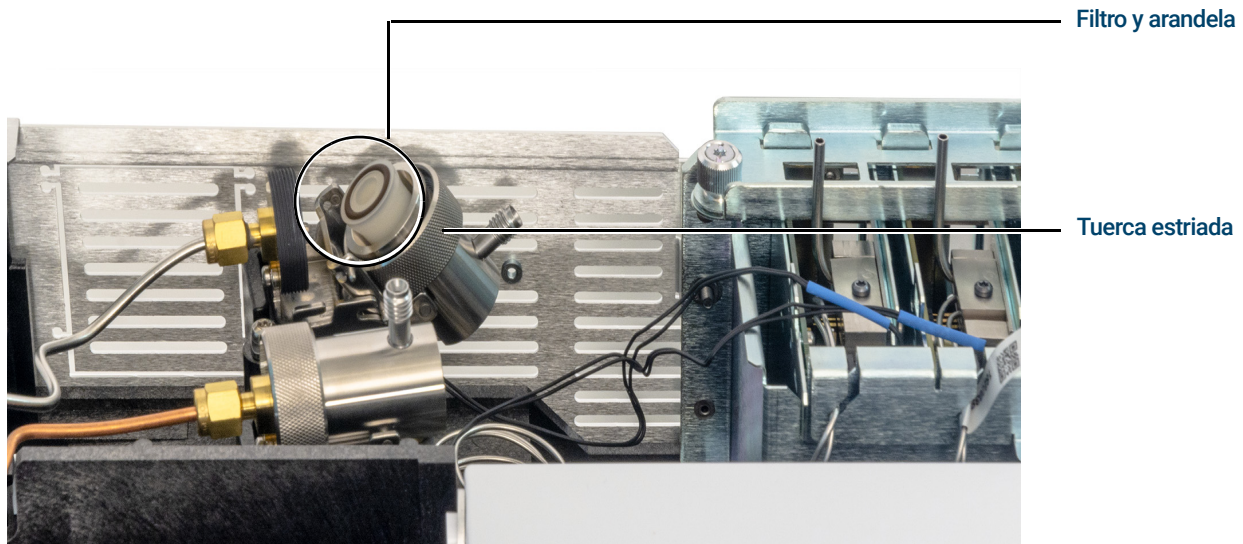

Figura 31. Deslice el conjunto de la trampa para dejar al descubierto el filtro
- 5 Deslice hacia atrás el conjunto de la trampa del soporte de montaje guiado e inclínelo hacia arriba para dejar al descubierto el filtro como se muestra en la **Figura 31**.